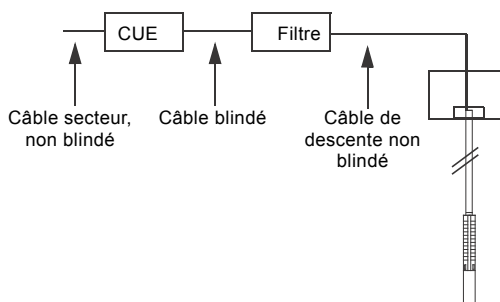

Fig. 23 Exemple d'installation sur sites non soumis aux interférences CEM
- installation sur sites insensibles aux interférences CEM. Voir fig. 23.